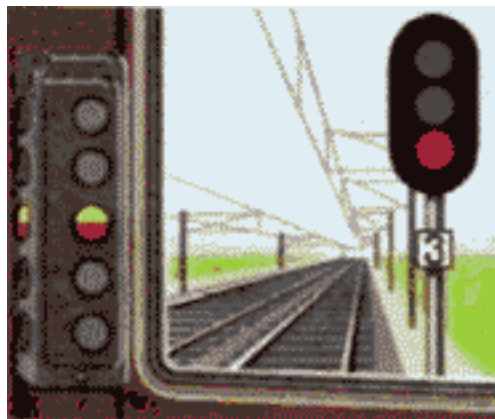

Рис. 3
3) желтый огонь с красным - разрешается движение с готовностью остановиться; на путевом светофоре, к которому приближается поезд, горит красный огонь (рис. 3);